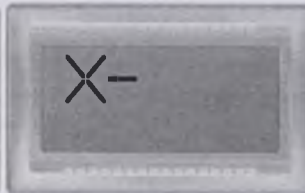
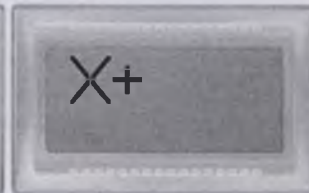

Рис.7.2
Рис.7.3
б) индицируется в случае возникновения нарушений интервала «НОРМА» (рис.7.2, 7.3):
– справа от знака « X » («нарушение») индицируется либо знак « - » (рис.7.2), либо знак « + » (рис.7.3), либо попеременно знак « - » и знак « + ».
Если индицируется знак « - », в сторону понижения (рис.7.2), то температура в контролируемом объекте опускалась, ниже нижней границы установленного в Термотесте интервала «НОРМА» («переохлаждение» или «замораживание» для зоны отрицательных температур) на время больше лимита времени нарушения, установленного в ТВИН.
Если индицируется знак « + », в сторону повышения (рис.7.3), то температура в контролируемом объекте поднималась выше верхней границы установленного в Термотесте интервала «НОРМА» («перегрев») на время больше лимита времени нарушения, установленного в ТВИН.